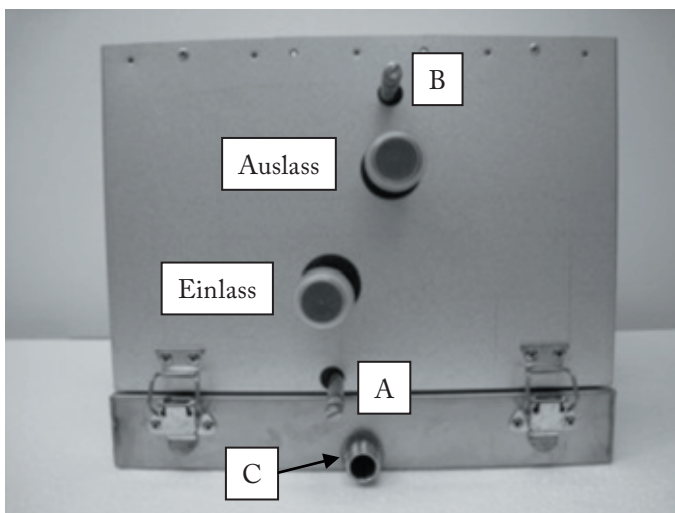

Abb. 1
Der Kondensatablauf (C Abb. 1) wird mit einem Geruchsverschluss angeschlossen um Luftleckage zu vermeiden. Achtung! Die Größe des Ablaufs ist so zu dimensionieren, daß das Wasser nicht in der Kondensatwanne stehen bleibt. Damit die Kondensatwanne auch ausgebaut werden kann, ist der Kondensatablauf so zu installieren, daß man ihn leicht demontieren kann.
3. Der Wasserzulauf ist am unteren Rohr anzuschließen (Einlass Abb. 1) und der Auslauf am oberen Rohr (Auslass Abb. 1). Der Zulauf ist mit einem Drainagenippel versehen (A Abb. 1) und der Auslauf mit einem Lüftungsrippel. (B Abb. 1).
5. Das Wasser des Kühlregisters kann über das Drainagenippel abgeleitet werden. (Kennzeichnung A Abb. 1).